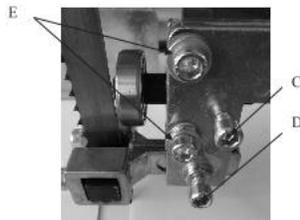

Рисунок 10
3. Ослабьте болт (Рис. 10С), чтобы закрепить положение подшипника. Убедитесь, что подшипник установлен максимально близко к заднему краю лезвия. Подшипник должен иметь зазор 1/32” с лезвием. Затяните болты после регулировки.
5. После регулировки закрепите защитный кожух лезвия в кронштейне, затянув два винта (Рис. 10Е).